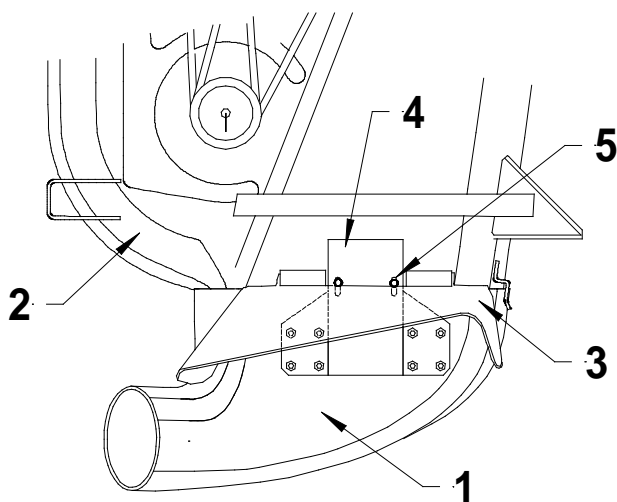

Figure 7
1. Pour monter la manche sur la tondeuse, soulever le déflecteur d'éjection de la tondeuse (ne pas l'enlever) et introduire le canal d'accrochage de la manche entre le déflecteur et le carter de tondeuse. Laisser le déflecteur redescendre. Il devrait bloquer la manche en place derrière la tête des boulons. Si les boulons ne sont pas bien placés pour bloquer la manche en position, les desserrer et les faire glisser dans une position telle que le déflecteur bloque correctement la manche en position. Resserrer les boulons. La manche doit coller étroitement à la tondeuse (fig. 7).